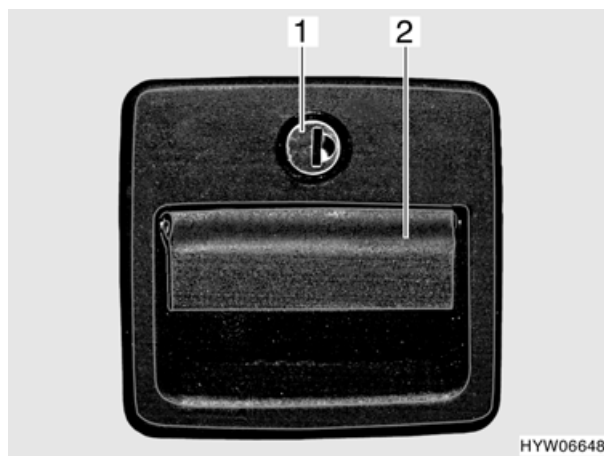

Fig. 28 Serratura dello sportello (variante 2)
- Inserire la chiave nel cilindro della serratura (Fig. 28,1) e girare in senso orario, fino a quando la serratura dello sportello si sblocca.
- Tirare la maniglia della serratura (Fig. 28,2). In questo modo si apre lo sportello esterno.
- Inserire la chiave nel cilindro della serratura (Fig. 28,1) e girare in senso antiorario. La serratura dello sportello è chiusa.